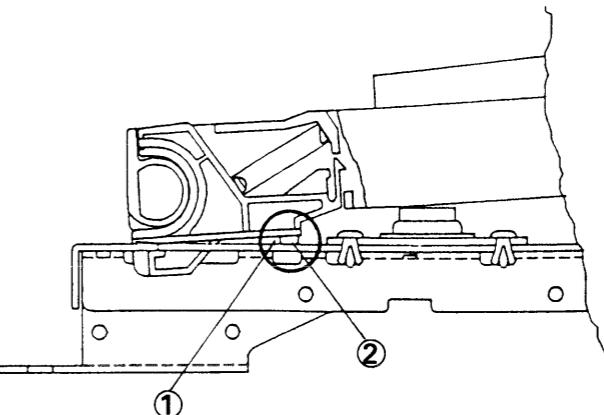

Fig. 1
**Hints On Key Mounting****Key Noise (Figs. 1 and 2)**
- There is a possibility that a virgin key makes a noise as it is played. This is because the rough button ② on the key cannot fit into chassis hole, leaving clearance ① between key bottom and chassis. Pressing the key several times will smooth away button outer surface.
**キー交換上のヒント****◎キー異音が場合 (Fig.1,2)**
- この原因となるのは、ホルダとシャーシ間に隙間①があるためです。キーが新しい場合はキー ホルダの②の部分になじみが無いためで、2、3回シャーンの穴に抜き差しするとスムーズに入れます。